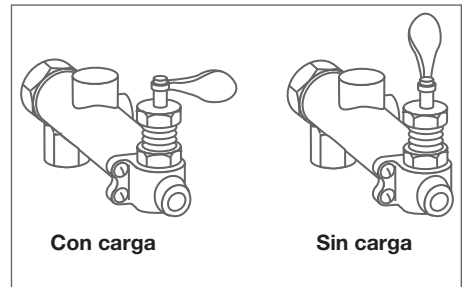

Figura 7 - Válvula de control
4. Antes de iniciar el compresor, coloque la palanca alternadora en la posición de Descarga. Luego de que el motor alcance la velocidad completa, pase la palanca alternadora a la posición cargada (Vea la Figura 7).